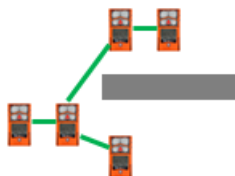

Figura 5.6 Ubicaciones de los instrumentos de colegas en el grupo LENS
- Con un ajuste *manual*, el instrumento puede unirse a cualquier grupo LENS y dejarlo según sea necesario (Consulte la Figura 5.6).